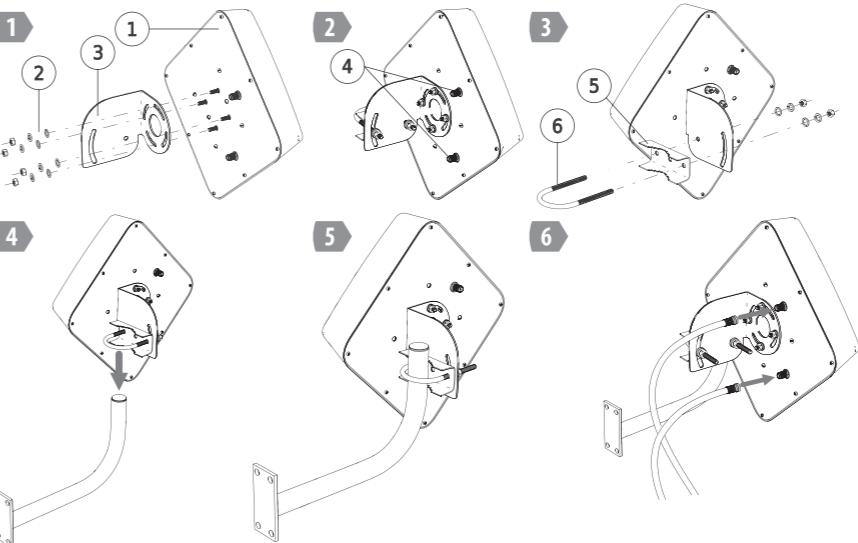
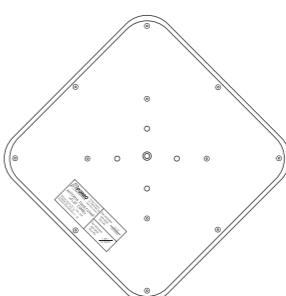

Рисунок 2 – Сборка и монтаж антенны
Рисунок 3 – Ориентация антенны
1. Закрепите Г-образную скобу (рис. 2, поз. 4) на корпусе антенны (рис. 2, поз. 1) с помощью входящих в комплект крепежа гаек и шайб. При этом совместите прорези в скобе и крепежные шпильки (рис. 2, поз. 2) таким образом, чтобы метка линии горизонта на наклейке для используемого стандарта связи совпадала с фактической линией горизонта (рис. 3).
2. Установите на Г-образную скобу крепеж для монтажа на мачту/кронштейн – U-образный хомут и зубчатый элемент крепления. Закрепите их с помощью винтов, шайб, шайб-гроверов и гаек (рис. 2, поз. 5 и 6).
4. Установите антенну на мачту или кронштейн (рис. 2, пункты 4, 5). Затяните гайки крепления так, чтобы антenna была достаточно надежно закреплена, но при этом имелась возможность поворачивать ее относительно оси кронштейна/мачты.
5. Подключите кабели к F-разъемам антены (рис. 2, пункт 6). Гидролизируйте разъемы ПВХ-изолентой.
2. Для работы в сетях 2G/3G/4G и Wi-Fi следует установить X-поляризацию радиоизлучения антены в 45°к горизонту (рис. 3).